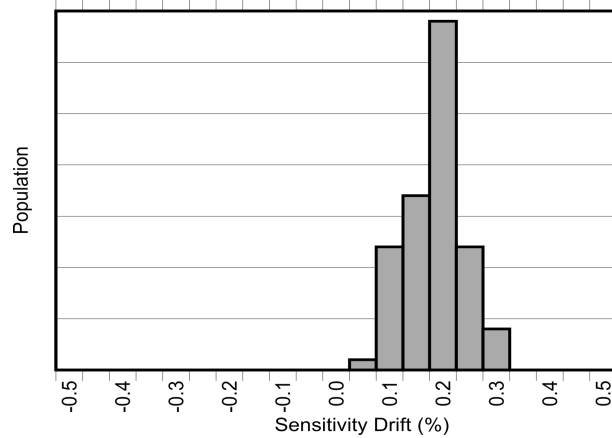
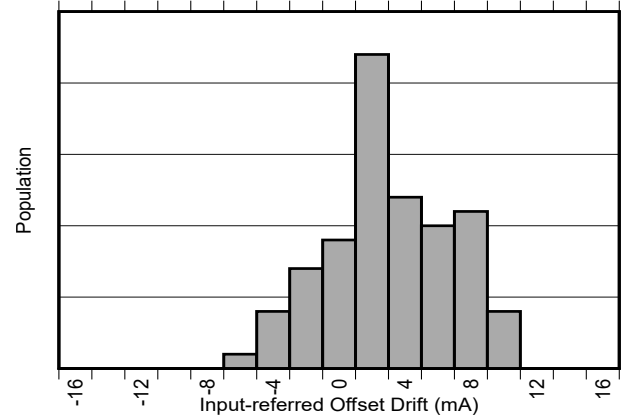

図 8-3. AEC-Q100 高温動作寿命ストレス テスト後の
図 8-4. AEC-Q100 高温動作寿命ストレス テスト後の
一般的な磁気電流センサでは、温度ドリフトが大きいことに加え、デバイスの寿命全体の経年劣化により、感度に 2%～3% のドリフトもさらに影響されます。TMCS1133 で温度ドリフトを低減するために使用されているのと同じ独自の補償技法も使用されます。これにより、特に動作温度が高いときに、ストレスや環境条件による経年変化による寿命ドリフトを大幅に低減できます。電気的特性に示すように、TMCS1133 は標準 3 ロットの AEC-Q100 認定において、130°C、相対湿度 (RH) 85% での高度加速ストレス試験 (HAST) の後、業界をリードする寿命感度ドリフトを実現しています。AEC-Q100 認定の規定に準じた 1000 時間に及ぶ 125°C の高温動作寿命ストレステストの後、電気的特性で規定される範囲内の低感度およびオフセットのドリフトも確認されています。これらのテストは、デバイスの寿命全体での標準的な動作を模倣しており、標準的な磁気電流センサに比べて経年劣化によるデバイス性能の変動が大幅に改善されることを示しています。AEC-Q100 に規定されている 1000 時間 125°C 高温動作寿命ストレステスト後の感度およびオフセットドリフトを、図 8-3 および 図 8-4 に示します。デバイスの動作性能は、デバイスの寿命全体にわたって変化します。このテストは、デバイスの寿命全体にわたる標準的な動作を模倣しており、標準的な磁気センサに比べてデバイスが性能を大幅に向上する可能性があることを示しています。